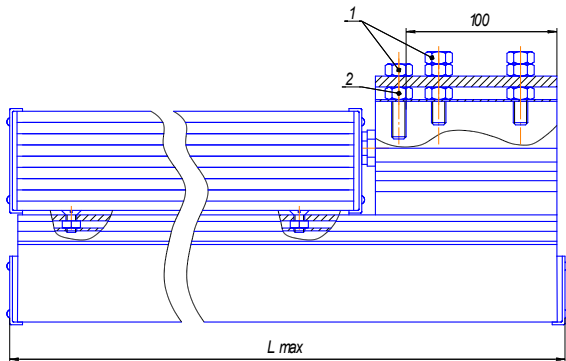

Рис.1
1.1. Светильник серии GALAD СТАНДАРТ LED со светодиодными источниками света устанавливаются: «K50» (рис. 1) на опорах с Г-образным кронштейном диаметром 50 мм под углом 15...20 град. к горизонту; «С1» (рис.2) крепятся на подвес, и предназначены для освещения улиц, дорог со средней и низкой интенсивностью движения транспорта, автостоянок, железнодорожных платформ, дворовых территорий и т.п.
7.1 Подготовка светильника с креплением на консоль «К50» (рис.1):
7.1.2 Крепежные болты М8х30 (поз.1) установить на консоль светильника согласно рис.1. Перед установкой болтов установить гайки М8 (поз.2) в специальный паз консоли.